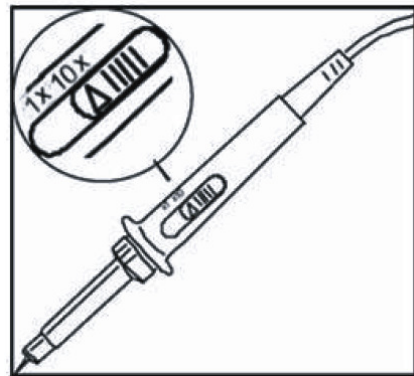

Рисунок 1-5 Установка переключателя ослабления
- 1) Подсоедините щуп ко входу CH1 и установите переключатель коэффициента ослабления в положение 10X (Рисунок 1-5).